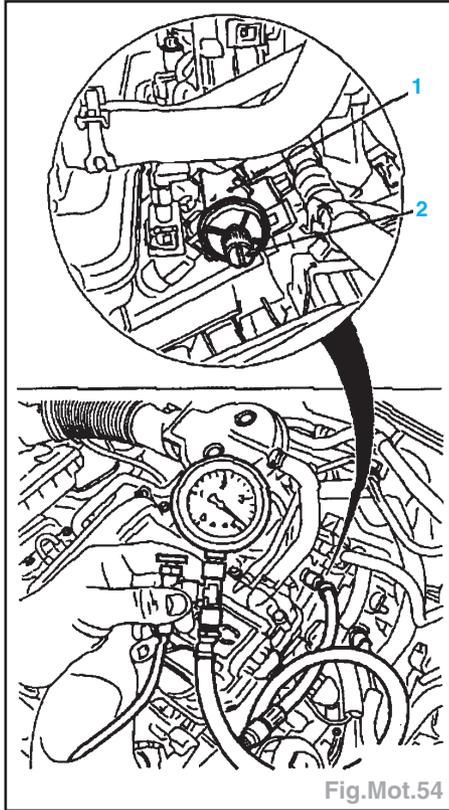

Fig.Mot.54
- Monter l'outil KM-J-34730-91 et dévisser le capuchon de raccord de contrôle (2) sur la rampe (1) (Fig.Mot.54).